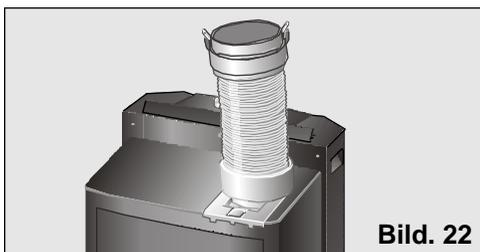

Bild. 22
- Avlägsna luftspidarmunstycket och placera röret för luftutsläpp enligt det som framgår av **Bild 22**.